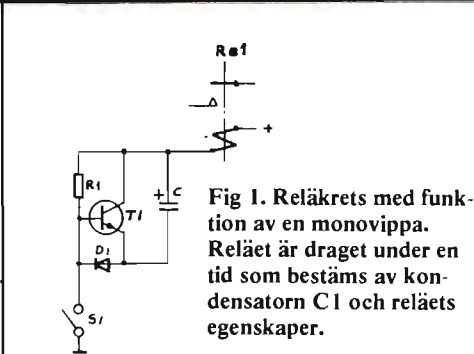

Fig 1. Reläkrets med funktion av en monovippa. Reläet är draget under en tid som bestäms av kondensatorn C1 och reläets egenskaper.
■ I många fall är man betjänt av att få ett vanligt relä att kortvarigt vara aktiverat under en tid som man bestämmer själv och som således är ganska oberoende av reläets egenskaper. Man vill med andra ord ha funktionen av en monovippa. En lösning av problemet visas i *fig 1*. Kretsen fungerar på följande sätt: